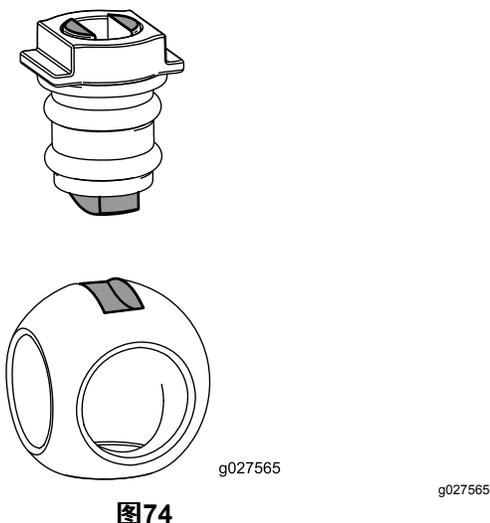

图74
- 将球插入阀体图74。
注意 阀杆应能够插入球驱动槽内部。如果阀杆不能插入请调整球的位置(图74)。